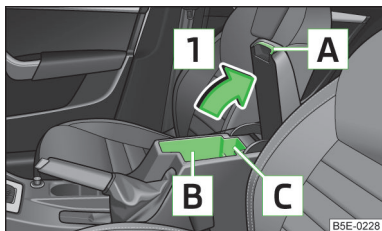

Fig. 70
► Tirare e aprire la parte superiore del bracciolo in corrispondenza della maniglia **A** in direzione della freccia **1** » fig. 70
► Aprire completamente la parte superiore; solo successivamente sarà possibile rovesciarla nel senso opposto a quello indicato dalla freccia **1** » fig. 70.
L'area **B** » fig. 70 dello scomparto portaoggetti può alloggiare oggetti di dimensioni massime pari a 98 mm x 104 mm x 142 mm.